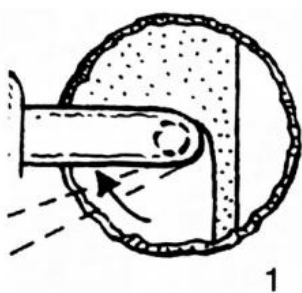

Figura 11.1.
- Una vez hecha la muesca. (Figura 11.1).